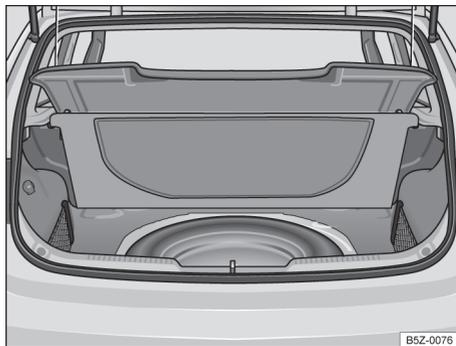

Fig. 125 No compartimento de bagagem embaixo do revestimento do assoalho: roda de emergência e ferramentas de bordo.
As ferramentas de bordo e a roda de emergência estão localizadas no compartimento de bagagem, sob o revestimento do assoalho → Fig. 125.
- Levantar o revestimento do compartimento de bagagem → Fig. 125.